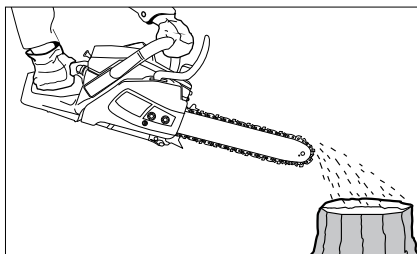

Рис. 13
4. Преди начало на работа проверете подаване на масло: включете триона и го подържете над подходяща подстилка. При достатъчно смазване се образува лека следа от капки на отхвърляното масло (рис. 13).